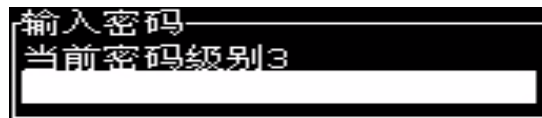

图 4-11: 输入密码对话框
- 1 按 *Alt + w*，然后从 *Password*（密码）菜单选择 *Enter Password*（输入密码）选项。即会出现 *Enter Password*（输入密码）对话框（请参阅 图 4-11）。